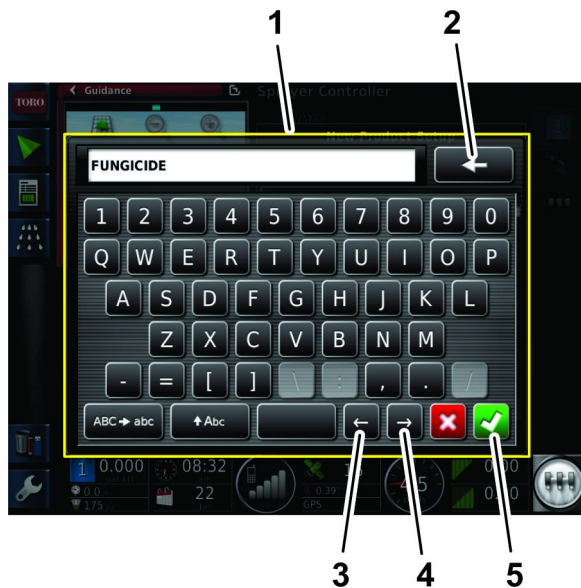

Bild 29
8. Tippen Sie auf das PRODUCT NAME-Symbol, geben Sie den Produktnamen mit der Bildschirmtastatur ein und tippen Sie auf das Bestätigen-Symbol (Bild 29).